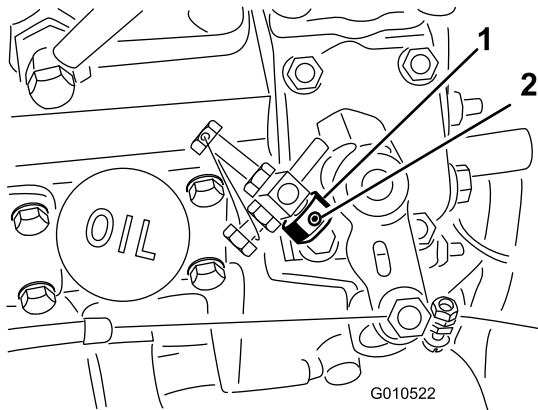

Bild 5
1. Lösen Sie die Stellschraube am Gasbedienungsanschlag (Bild 5).
2. Schieben Sie den Gasbedienungsanschlag auf die hohe Leerlauf-Anschlagschraube (Bild 5). Das abgeschrägte Ende des Gasbedienungsanschlags muss nach außen zeigen.